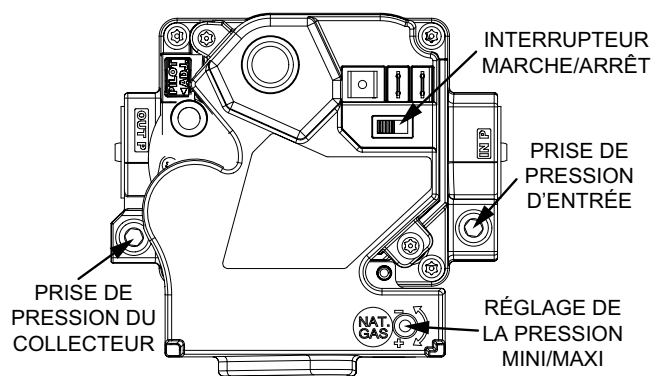

FIGURE 40
- 5 - Mettez l'interrupteur de la vanne de gaz sur **OFF/FERMÉE**. Reportez-vous à la FIGURE 39 et à la FIGURE 40.
- 6 - Attendez cinq (5) minutes pour vous assurer que tout le gaz a eu le temps de se dissiper. En cas d'odeur de gaz, **ARRÊTEZ!** Appelez immédiatement le fournisseur du gaz depuis chez un voisin et conformez-vous à ses instructions. S'il n'y a pas d'odeur de gaz, passez au point suivant.
- 7 - Mettez l'interrupteur de la vanne de gaz sur **ON/OUVERTE**. Reportez-vous à la FIGURE 39 et à la FIGURE 40.
Sur la vanne White Rodgers 36H27 et 36H27 (FIGURE 39 et FIGURE 40), la pression d'alimentation peut être mesurée en retirant la vis à tête hex. de 1/8 po. Retirez la vis à tête hex. de 1/8 po et installez un raccord ébarbé. Connectez un tube entre le raccord ébarbé et l'appareil de mesure pour mesurer la pression d'alimentation.
Sur les vannes White Rodgers 36H54 et 36H27 (FIGURE 39 et FIGURE 40), retirez le raccord ébarbé de pression d'alimentation et remettez la vis à tête hex de 1/8 po.
Pour mesurer la pression du collecteur avec une vanne White Rodgers 36H27 et 36H27 (FIGURE 39 et FIGURE 40), retirez la vis à tête hex de 1/8 po, installez un raccord ébarbé de 1/8 po et installez un tube entre le raccord ébarbé et le côté « + » de l'appareil de mesure.
- 4 - Si nécessaire, réglez la pression du collecteur. La FIGURE 39 et la FIGURE 40 indiquent l'emplacement des vis de réglage.